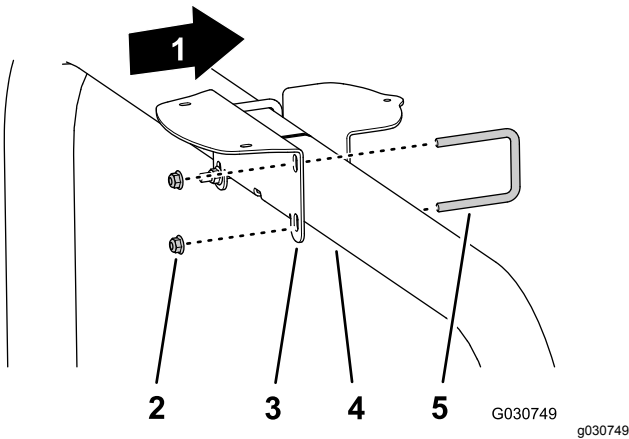

**Figura 148**
1. Alinhe a ranhura que se encontra no centro da montagem do recetor com o sulco de soldadura na linha central do tubo ROPS (Figura 148).